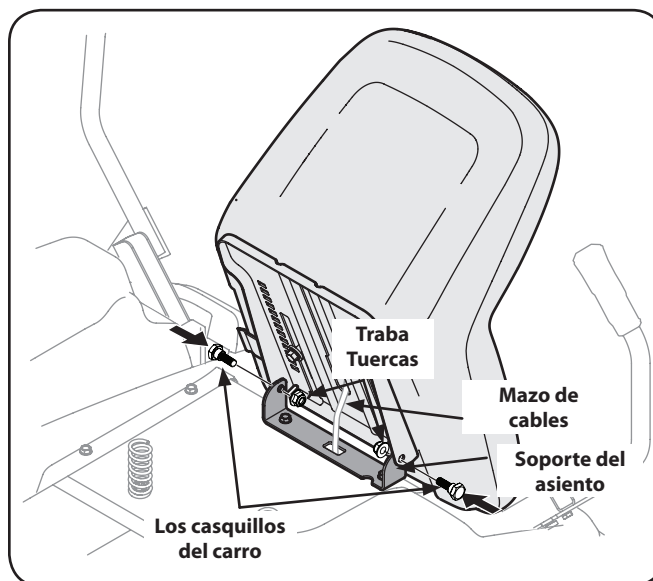

Figura 3-3
3. Gire el asiento hasta la posición deseada y asegúrelo en su lugar con los pernos con reborde y las tuercas de seguridad que extrajo antes. Tenga cuidado de no doblar o dañar el cableado mientras instala el asiento. Vea la Figura 3-3.